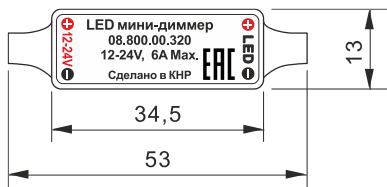

Рис.1
- Размеры **диммера** указаны на **Рис.1**.